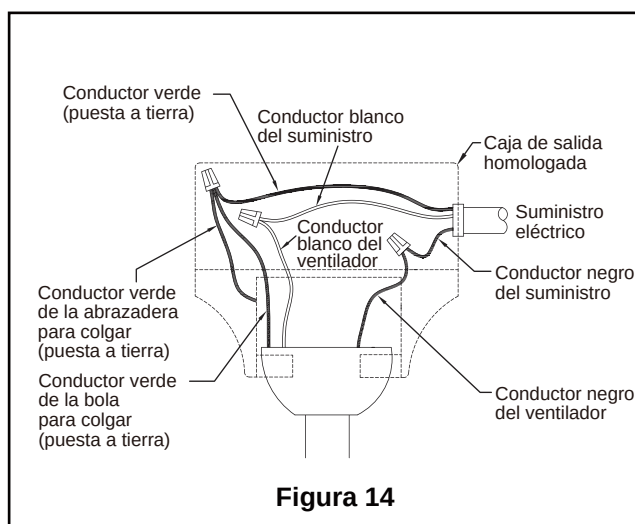

Figura 14
- ☐ 1. Conecte el conductor verde con conexión a tierra de la bola para colgar y el conductor verde con conexión a tierra de la abrazadera para colgar al conductor de suministro con conexión a tierra (posiblemente un conductor desnudo o un cable con aislante verde). Conecte los cables a los conectores provistos de forma segura. Conecte el conductor blanco del motor del ventilador al conductor blanco (neutro) mediante el conector provisto de forma segura. Conecte el conductor negro del motor del ventilador y el conector azul al conducto negro mediante el conector provisto de forma segura. (Figura. 14)